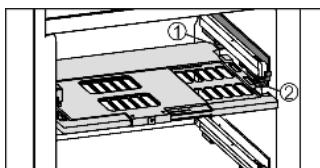

Fig. 34
- Установка пластины регулировки влажности: попечные ребра крышки на пластине вставить через низ в задний держатель Fig. 34 (1) и защелкнуть спереди на держателе Fig. 34 (2).